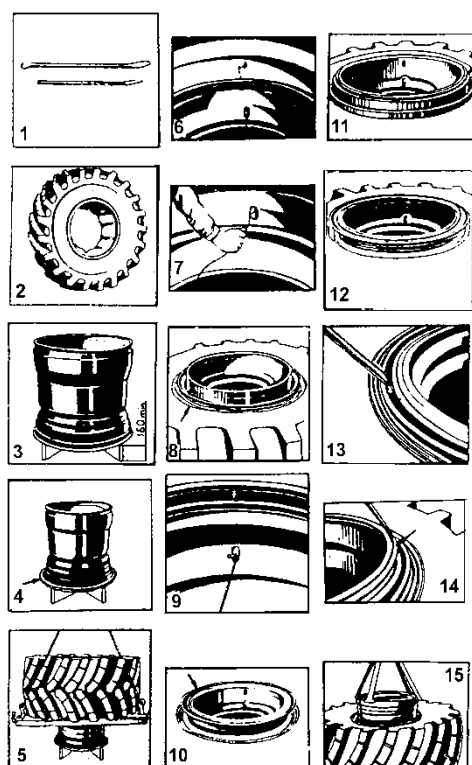

Рис. 44 Монтаж-демонтаж шины
2. Операции монтажа-демонтажа выполняются с помощью двух монтажных лопаток, прикладываемых в ЗИП (рис. 44, поз.1).
3. Подъём шины и колеса при монтаже-демонтаже осуществляется лицом, допущенным к управлению грузоподъёмным механизмом с помощью грузозахватных приспособлений (типа показанных на рис. 44, поз.5).
Последовательность операций по монтажу-демонтажу шины производите в соответствии с рис. 44 поз.1...15.
1. Внутреннюю поверхность покрышки посыпьте тальком, вложите в покрышку камеру и поддуйте её настолько, чтобы она приняла естественную (рабочую) форму (рис. 44, поз.2), при этом необходимо учитывать направленность рисунка и место установки колеса на ступице, чтобы обеспечить совпадение указателей направления вращения шин (стрелки на боковинах покрышек) с направлением вращения колёс при движении машины вперёд.
7. Во избежание самодемонтажа перед накачиванием необходимо бортовым кольцом надёжно замкнуть посадочное съёмное кольцо и замочное кольцо на ободе, при этом стыки разрезных частей колец должны быть в диаметрально противоположном положении (рис. 44, поз.12). Соблюдая меры предосторожности, накачайте шину до давления не более 0,05-0,06 МПа (0,5-0,6 кгс/см²) и убедитесь в том, что шина по всей длине окружности зашла за посадочное съёмное кольцо. Если борт шины в некоторых местах упёрся в торец посадочного съёмного кольца, необходимо заправить кольцо под борт монтажной лопаткой.